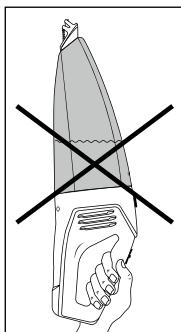

Fig. 4
- Si vous portez l'appareil à l'horizontale ou avec l'embout pour aspiration de liquides ① pointant vers le haut, une fuite de liquide peut se produire (voir fig. 4 et 5):